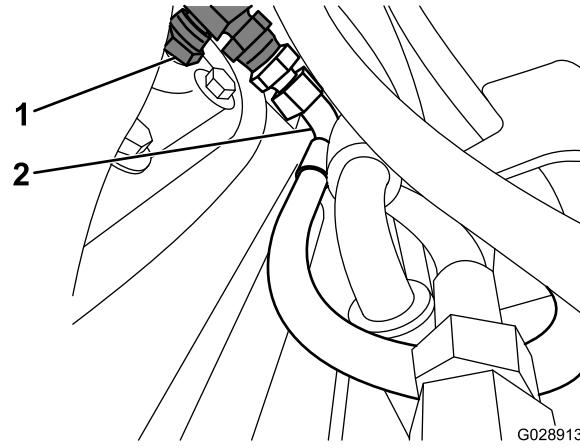

図 2
- ステップ 5 で外した1/4 インチのアダプタとホースを1/4 インチのティーの後部に接続する(図 2)。